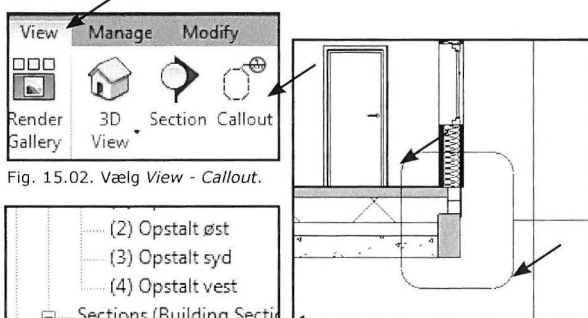

Fig. 15.02. Vælg *View - Callout*.
- Klik *View - Callout* (Fig. 15.02).